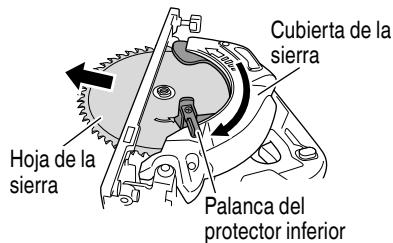

Fig. 10
- (2) Presione la palanca de bloqueo, bloquee el husillo y quite el perno de brida hexagonal junto con la arandela (B) con la llave de barra hexagonal de 5 mm.
(3) Mientras mantiene sujetada la palanca del protector inferior para mantenerlo totalmente replegado en el interior de la cubierta de la sierra, retire la hoja (Fig. 10).